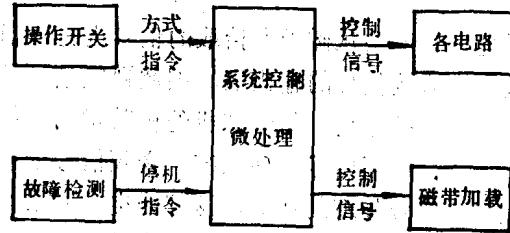

图 1-8 系统控制功能图
4. 系统控制。录像机系统控制部分的功能如图 1-8 所示。系统控制作用：